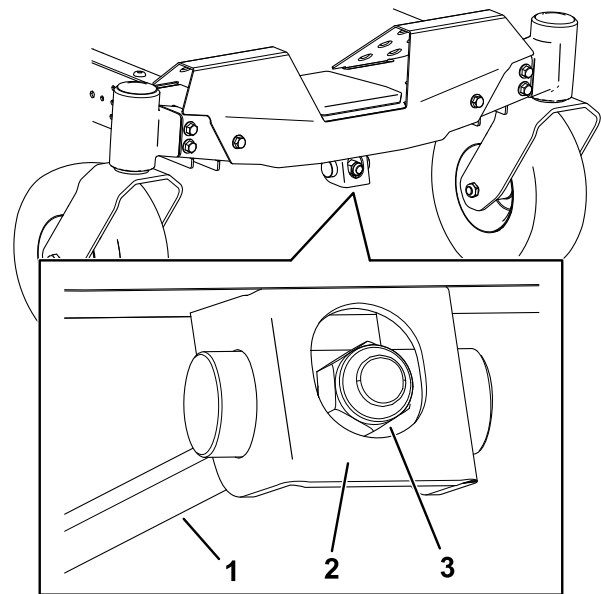

Figura 75
- 1. Ruotate il dado di regolazione nella parte anteriore del tosaerba (Figura 75).